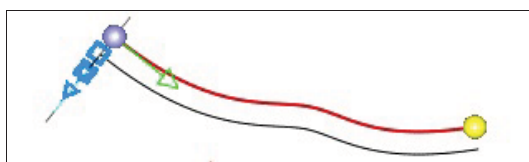

Рис. 22.16. Фантом эквидистанты кривой
- ◆ укажите базовую кривую (направляющий объект) — на экране появится фантом эквидистантной кривой (рис. 22.16) с параметрами по умолчанию. Плоскость смещения — это плоскость, перпендикулярная базовой кривой в ее начальной точке. От начальной точки базовой кривой выходит стрелка;